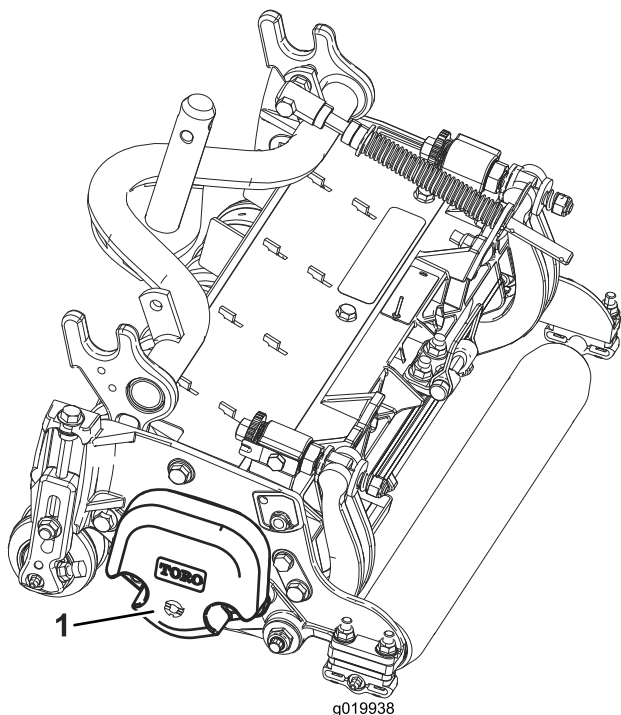

Figura 3
4. Certifique-se de que o contrapeso (Figura 3) está instalado na extremidade adequada da unidade de corte conforme descrito no *Manual do utilizador da unidade de corte*.